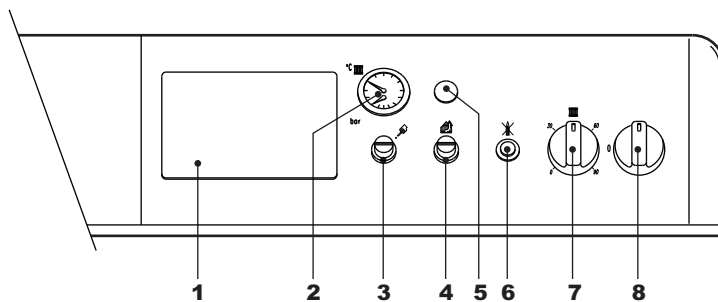

fig. 1 - Pannello comandi
- Portare l'interruttore di caldaia "8" sulla posizione 1 (fig. 1).
- Qualora la caldaia venga dotata di una centralina elettronica termostatica, montata in posizione 1 di fig. 1, l'utente dovrà tenere conto anche delle istruzioni fornite dal costruttore della stessa.
Ruotando la manopola 7 di fig. 1 in senso orario la temperatura dell'acqua di riscaldamento aumenta, in senso antiorario diminuisce. La temperatura può essere variata da un minimo di 30° ad un massimo di 90°. Consigliamo comunque di non far funzionare la caldaia al di sotto dei 45°.
Impostare tramite il termostato ambiente la temperatura desiderata all'interno dei locali. Su comando del termostato ambiente la caldaia si accende e porta l'acqua impianto alla temperatura impostata dal termostato di regolazione caldaia 7 di fig. 1. Al raggiungimento della temperatura desiderata all'interno dei locali il generatore si spegne.
La pressione di caricamento ad impianto freddo, letta sull'idrometro caldaia part. 2 di fig. 1, deve essere di circa 1,0 bar. Qualora durante il funzionamento la pressione